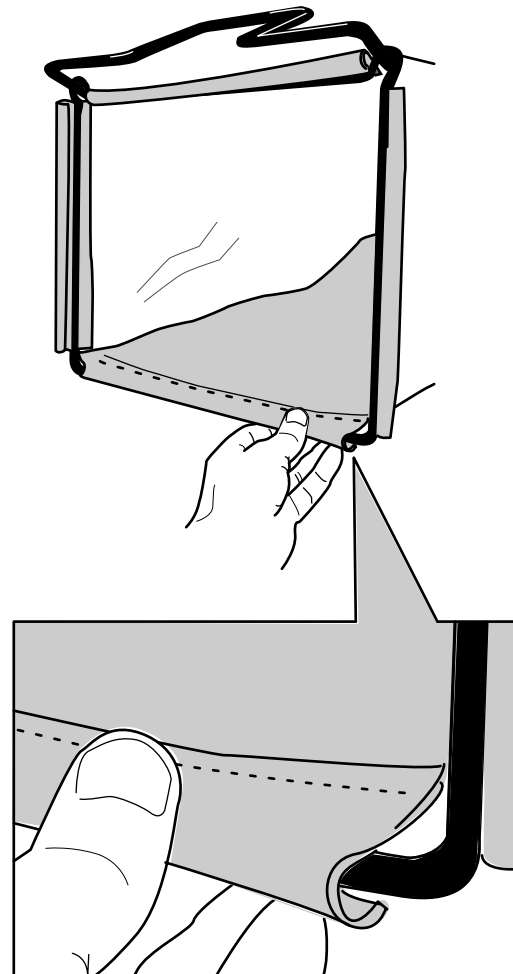

Bild 12
2. Haken Sie den unteren Kanal des Grasfangkorbs an der Unterseite des Rahmens ein (**Bild 12**).
3. Haken Sie die oberen und seitlichen Kanäle des Grasfangkorbs an der Oberseite und der Seite des Rahmens ein (**Bild 12**).